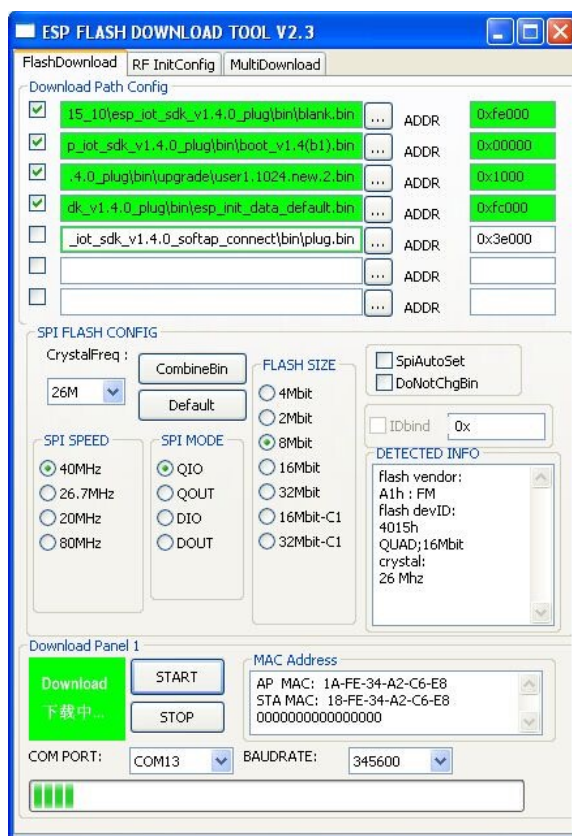

图 2: ESP FLASH DOWNLOAD TOOL - FlashDownload 页签
- 双击 `ESP_DOWNLOAD_TOOL.exe` 打开烧录工具进行烧录配置（见图2）。